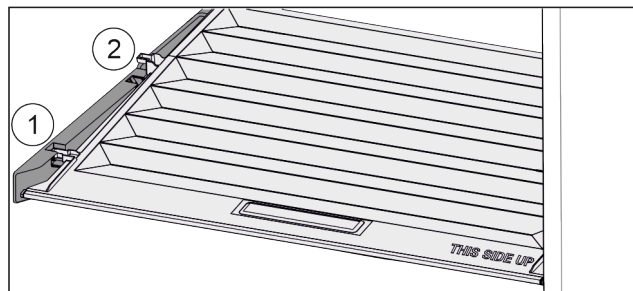

Fig. 147
- ▶ Vytáhněte víko dopředu až k otvoru v přídržných dílech Fig. 147 (1).
- ▶ Vzadu zespolu nadzvedněte a vyjměte směrem nahoru Fig. 147 (2).